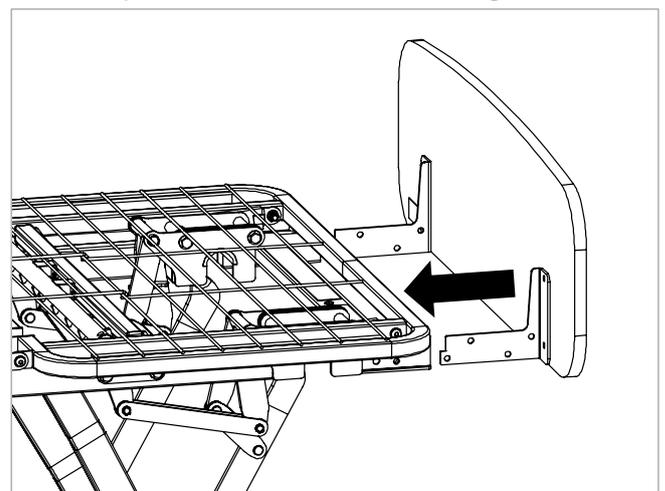

Figure 8.6
12. Prenez le pied de lit et placez les supports de montage dans les sections de canaux de chaque côté de l'extrémité du pied de lit ; glissez le pied de lit et les supports jusqu'au bout dans les canaux comme indiqué Figure 8.6.